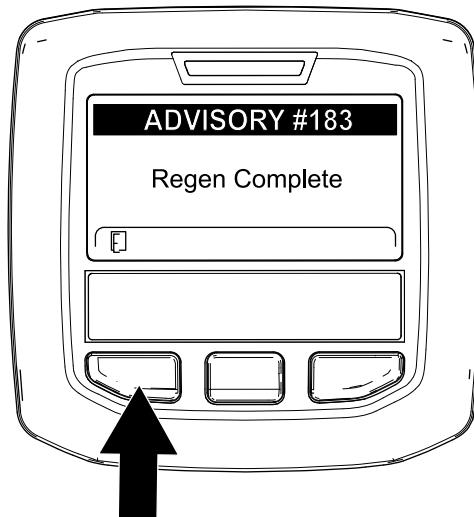

Figura 68
9. Cuando el ordenador del motor finaliza una regeneración con la máquina aparcada o una regeneración de recuperación, el InfoCenter muestra ADVISORY #183 (Aviso n.º 183) (Figura 68). Pulse el botón de la izquierda para salir a la pantalla de inicio.
Nota: Si la regeneración no se realiza correctamente, el InfoCenter muestra Advisory #184 (Aviso n.º 184) (Figura 68). Pulse el botón de la izquierda para salir a la pantalla de inicio.